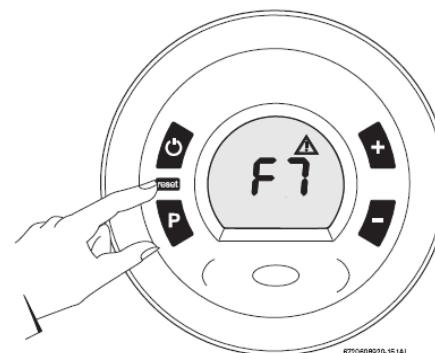

Fig. 69
- Druk op de ontgrendelingstoets om de geiser terug in werking te zetten (fig. 69).
- Appuyer sur la touche de réinitialisation pour que l'appareil se remette en service (fig. 69).